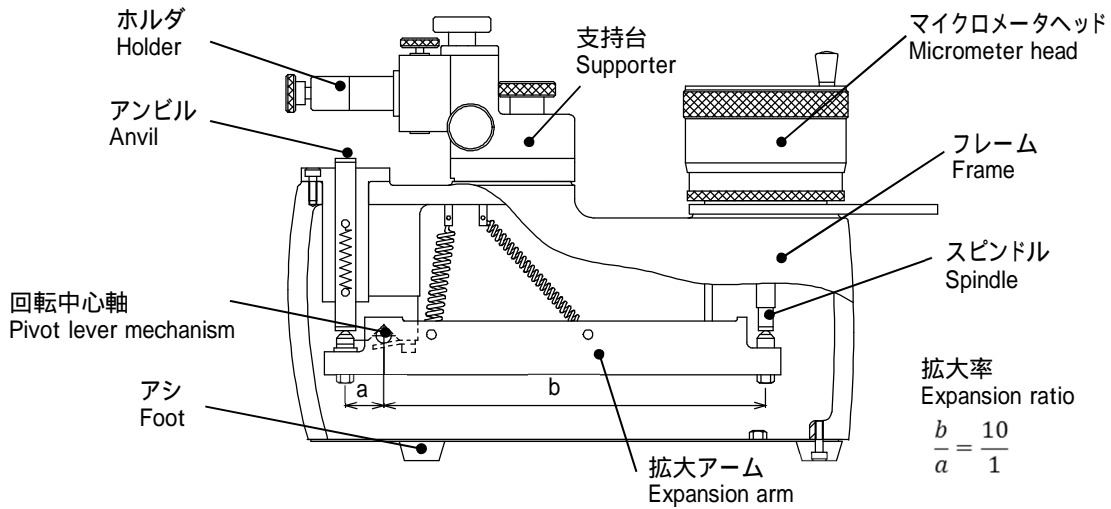

Fig.6
- (4) 抜き終わったら縦姿勢に置き直して下さい。
(5) マイクロメータヘッドを右回転させ測定範囲内迄回転させていくとスピンドルと拡大アームが接し測定に備えることができます。 Fig.6参照
Now, the Calibration Tester is set up ready for measurement. *Refer to Fig.6.
内部の構造はFig.6 に示す通りです。特に拡大機構は、スピンドルのストロークが大きくとれる構造を有しています。スピンドルとアンビルの移動量拡大率は $a : b = 1 : 10$ で、スピンドルのネジピッチが0.5mm、マイクロメータヘッドのシムブルが250等分ですので測定スピンドルの移動量を0.0002mmの高感度で測定ができます。マイクロメータヘッドの回転とそれぞれのスピンドルの移動量との関係は表1の通りです。
Lever mechanism of the Calibration Tester is illustrated in Fig.6 where the expansion ratio between the displacement of spindle against that of anvil is 1:10. Screw thread pitch of the spindle is 0.5mm (.025"), and the thimble is divided in to 250 equal parts giving the minimum reading of 0.0002mm (.00001") without vernier scale. The relation between the thimble revolution and the displacement of spindle is given in Table